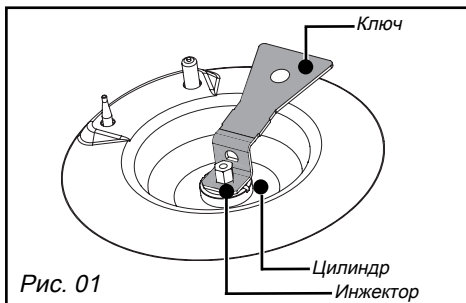

Рис. 01
- Открутите с помощью ключа, поставляемого в комплекте с прибором, инжекторы, расположенные в глубине каждого цилиндра и снимите их (рис. 01).